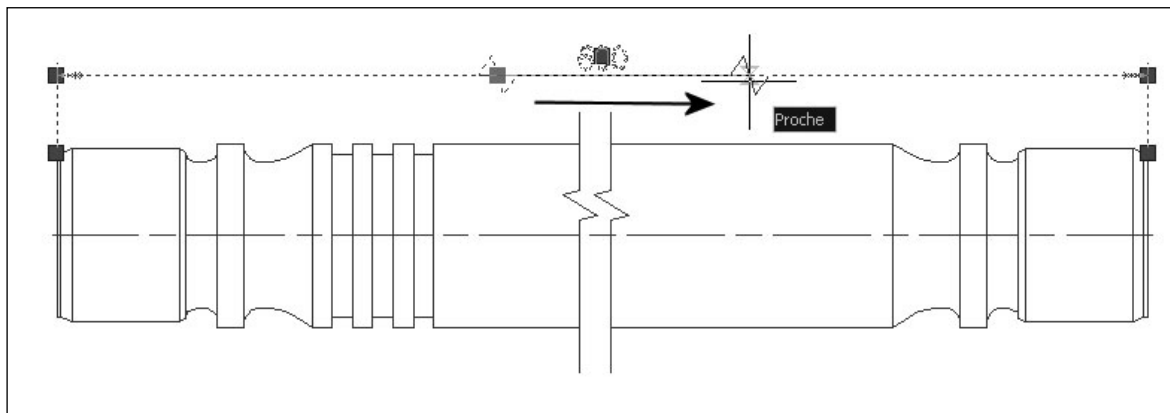

Fig.9.24
- 3 Déplacer le réticule le long de la ligne de cote et cliquer pour repositionner le raccourcissement (fig.9.24).